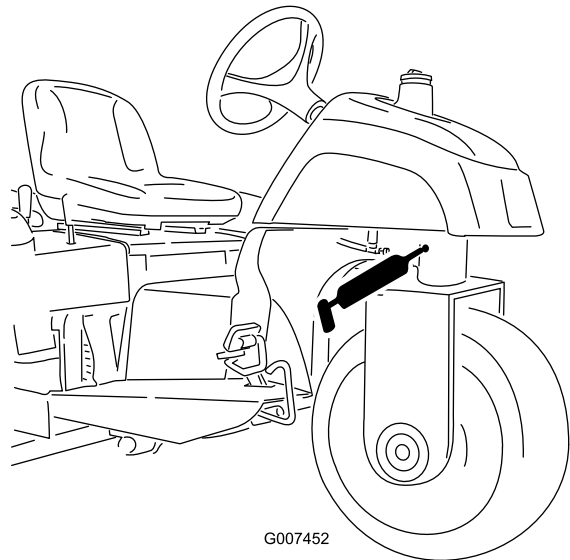

Figure 27
- Pivot de direction (Figure 27)
**Remarque:** Le raccord encastré sur le pivot de direction (Figure 27) nécessite un adaptateur pour la pompe à graisse. Vous pouvez le commander chez les distributeurs Toro agréés (réf. 107-1998).